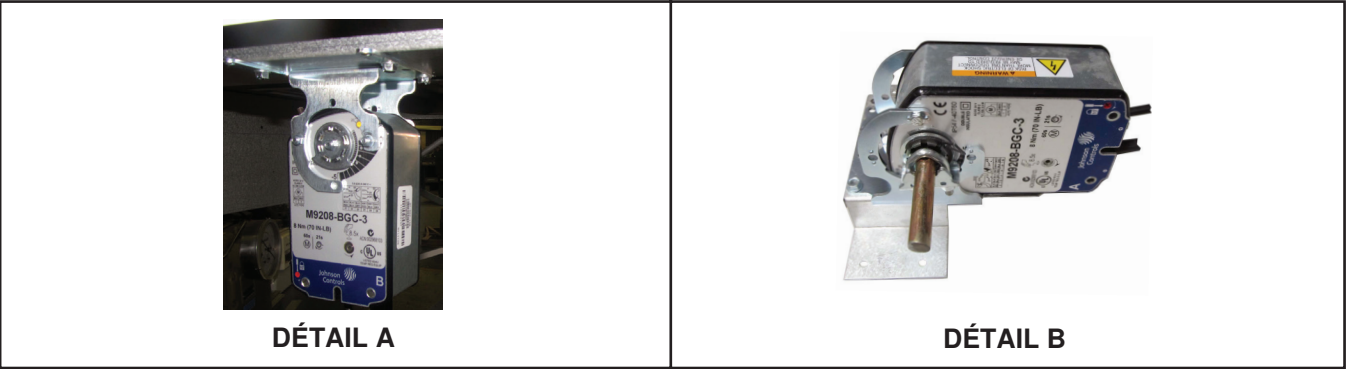

Figure 4. Moteur de registre de remplacement
5. Installer le moteur de registre (1) :
- a. Avec le côté du moteur de registre (1) marqué B pour le modèle CAUA (voir Figure 4, DÉTAIL A) ou A pour tous les modèles sauf CAUA (voir Figure 4, DÉTAIL B) orienté vers l'extérieur, faites glisser le moteur dans le support de montage installé à l'étape 4.